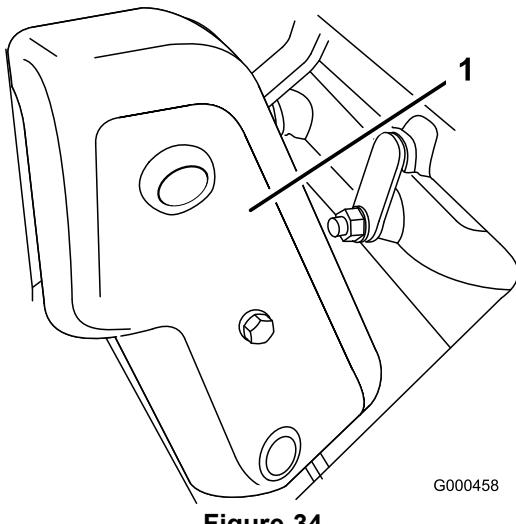

Figure 34
- Retirez les fixations du couvercle de la courroie et déposez le couvercle pour exposer la courroie (Figure 34).